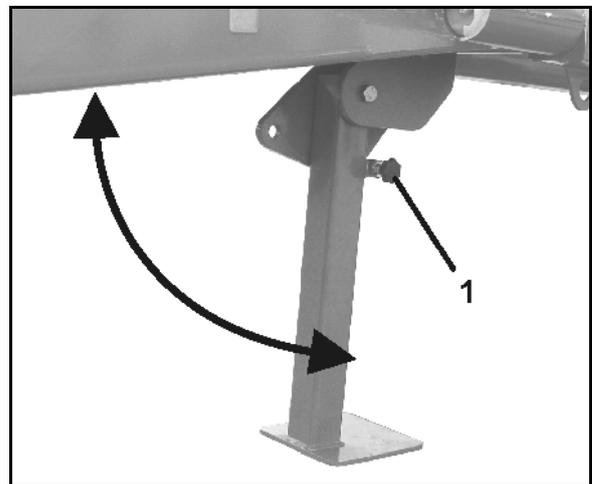

Fig. 36
1. Tirez sur la poignée-étoile (Fig. 36/1).